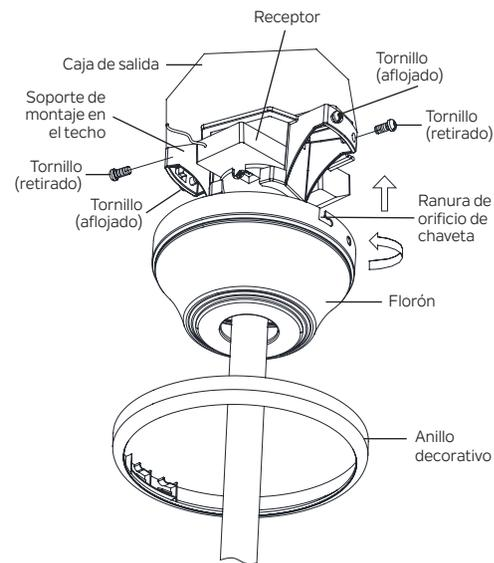

Figura 15
Paso 2. En la parte superior del soporte de montaje en el techo, hay 4 tornillos preinstalados (2 a cada lado). A cada lado del soporte de montaje en el techo, afloje el primer tornillo (izquierdo) apenas lo suficiente para que el tornillo pueda bloquearse en una ranura de “orificio de chaveta” del florón. Retire el segundo tornillo (derecho). **(Figura 15)**
Paso 4. Vuelva a instalar los 2 tornillos que se retiraron en los orificios alineados del florón y el soporte de montaje en el techo. Apriete los cuatro tornillos para asegurarlos. **(Figura 15)**